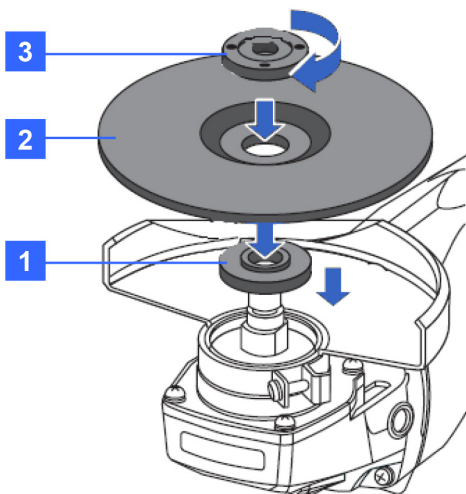

Рис. 10
3. Накрутите прижимную гайку (рис. 10).